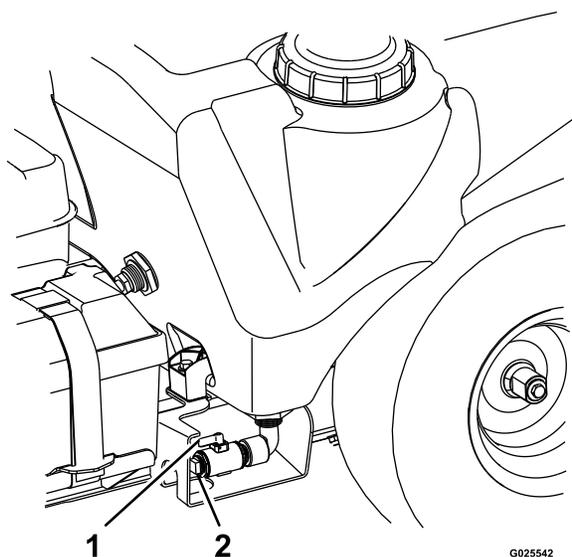

Figura 45
- Retire el tapón de la válvula de vaciado del depósito de fumigación (Figura 45).
- Gire la maneta de la válvula de vaciado 90° en sentido horario para vaciar el depósito (Figura 45).
- Cierre la válvula de vaciado del depósito, retire la manguera de vaciado y coloque el tapón de vaciado en la válvula (Figura 45).